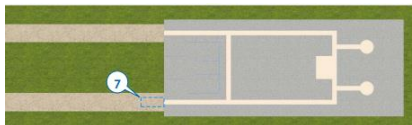

Рисунок 10.5 – Палітра *Space Markup*
7. Відкрийте палітру *Space Markup* і перетягніть елемент *Rectangular Node* на головну діаграму. Змініть розмір вузла. Вузол повинен виглядати так (рис. 10.5).